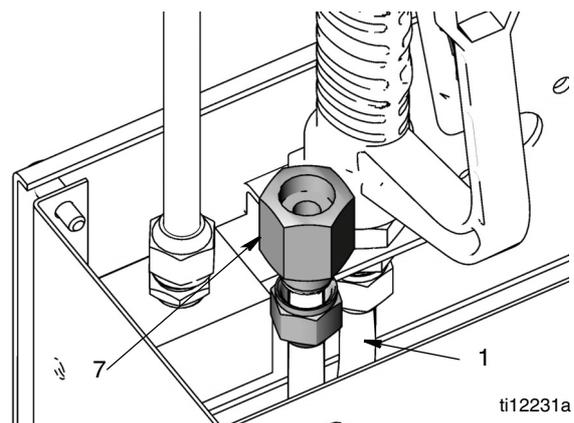

FIG. 24
3. Desconecte el tubo de entrada del caudal (1) del racor del fluido (7) (FIG. 24).